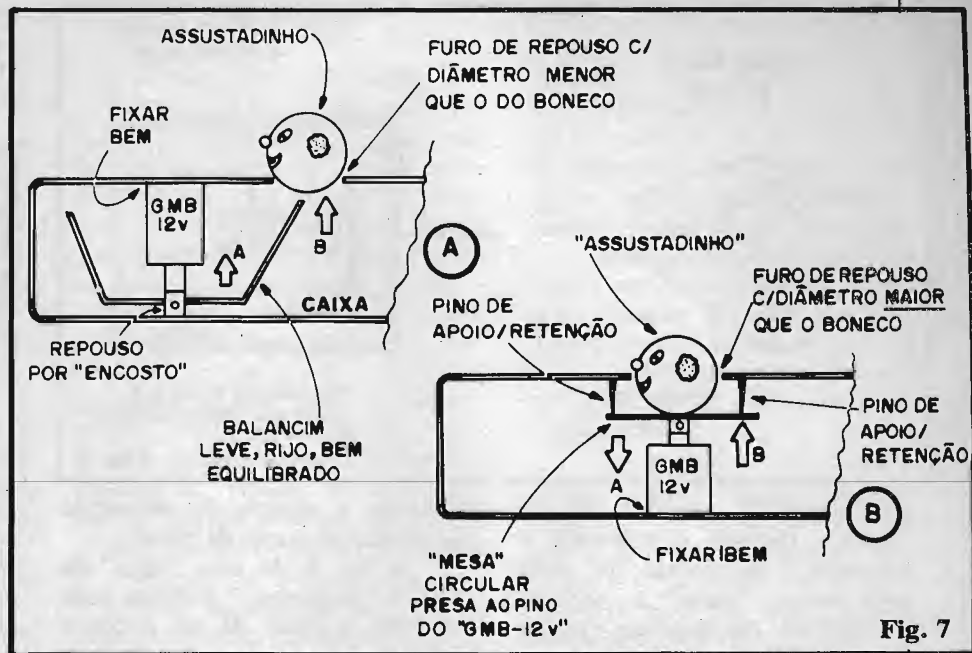

Fig. 7
- **FIG. 7-A** - Outro sistema mecânico de fácil realização, capaz de "chutar o ASSUSTADINHO" para cima, ao acionamento do solenóide. Nesse método o GMB-12V atua "de cabeça pra baixo", tendo uma espécie de balanço leve, rijo e bem equilibrado, fixado à extremidade do pino/cursor. Observe novamente o sistema de fixação e de repouso por "encosto" atribuídos ao solenóide
- **FIG. 7-B** - Mais uma sugestão (que não esgota, contudo, as possibilidades...) para implementação mecânica do conjunto. Agora o solenóide age, de forma direta, e "para cima"... Uma pequena (sempre leve e rija...) "mesa" circular é afixada perpendicularmente ao pino/cursor. Três ou quatro pinos ou parafusos podem "travar" a excursão para cima, do conjunto "mesa"/pino. Observe que, no sistema, o furo de repouso para o bonequinho deve ter um diâmetro suficiente para que o ASSUSTADINHO "entre" no dito orifício, restando sobre a pró-
- FIG. 7 - Usando o DEMP. É só uma questão de “esfregar”... Isso mesmo! Conforme ilustra a figura, basta ligar o DEMP, colocar a extremidade “feltrada” do “carretel”/sensor sobre a lataria do veículo e ir deslizando o conjunto, “varrendo” toda a superfície do carro... Qualquer irregularidade será prontamente acusada pelo DEMP, através de um nítido aumento na frequência do sinal de áudio! É certo que existem muitos pontos onde, naturalmente, existe um “gap”, ou uma zona de “não metal”, nas junções dos módulos da lataria e essas coisas... O DEMP acusará também quando da passagem sobre tais áreas... Entretanto, o que “vale” mesmo é - por exemplo - a pesquiza de para-lamas, base de portas, laterais baixas da lataria, etc., pontos que “tradicionalmente” oxidam, ou que sofrem batidas ou cortes, depois “recompostos” com massa plástica, lixada e pintada para “disfarçar”. É justamente aí que o DEMP vai, literalmente, “dar o apito”, advertindo sobre a ausência do metal onde ele **deveria** estar. Observem que o DEMP é **muito** sensível, porém o seu campo de atuação e sensoreamento é naturalmente **curto**, mesmo porque não são necessários mais do que alguns poucos centímetros de “profundidade” para se detetar a “maracutaia” realizada na lataria! Notem ainda que a sugestão da camada de feltro na base do “carretel”/sensor tem duas funções válidas: proteger o próprio sensor e também não arrANHAR a pintura do veículo durante a verificação... Finalmente, para quem “duvida” da sensibilidade e segurança da atuação do DEMP, é só fazer um teste “a descoberto”: uma chapa metálica relativamente grande e uniforme, dotada de um único furo, este com diâmetro não maior do que **1 centímetro**, poderá ser usada como “cobaia”... É passar o DEMP sobre toda a placa, incluindo no “percurso” uma passagem sobre o tal furinho... Verifiquem! Como último conselho, é lógico que a operação de varredura deve ser feita com relativa lentidão... Se Você passar o DEMP feito um “foguete” sobre a lata-